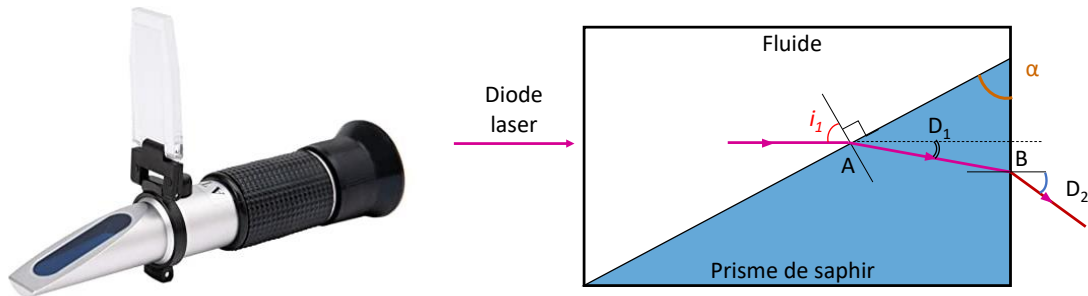

FIGURE 2. Schéma de principe du réfractomètre
L'indice de réfraction d'un liquide comme le jus de raisin dépend du taux de saccharose qu'il contient : l'indice de l'eau sucrée varie linéairement entre 1,333 (0% de saccharose) et 1,504 (85% de saccharose). Afin de déterminer le titre alcoolique d'une cuve, on mesure l'indice de réfraction d'un liquide grâce à un réfractomètre dont le principe de fonctionnement est représenté sur la Fig 2. On éclaire avec un faisceau laser se propageant parallèlement à l'axe optique (axe horizontal) une cuve d'analyse dans laquelle on dispose le jus de raisin. Cette cuve est suivie d'un prisme de saphir d'indice $n_s = 1,75$ et d'angle au sommet α . Le faisceau laser subit alors des réfractions à l'entrée et à la sortie du prisme. La mesure de la déviation totale en sortie de prisme permet alors de déterminer l'indice de réfraction du liquide contenu dans la cuve d'analyse. On travaillera avec des angles non-orientés.
2. Soit l'angle D_1 la déviation du rayon réfracté dans le prisme par rapport à sa direction initiale (voir Figure 2) et n_j l'indice de réfraction du jus de raisin, montrer que D_1 a pour expression :